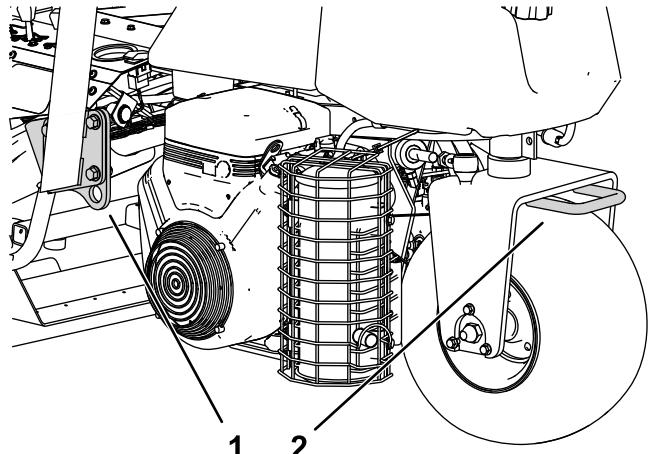

Figura 26
- Prenda a máquina de forma segura utilizando correias, correntes, cabos ou cordas. As correias frontal e traseira devem estar dirigidas para baixo e para fora da máquina (Figura 26).